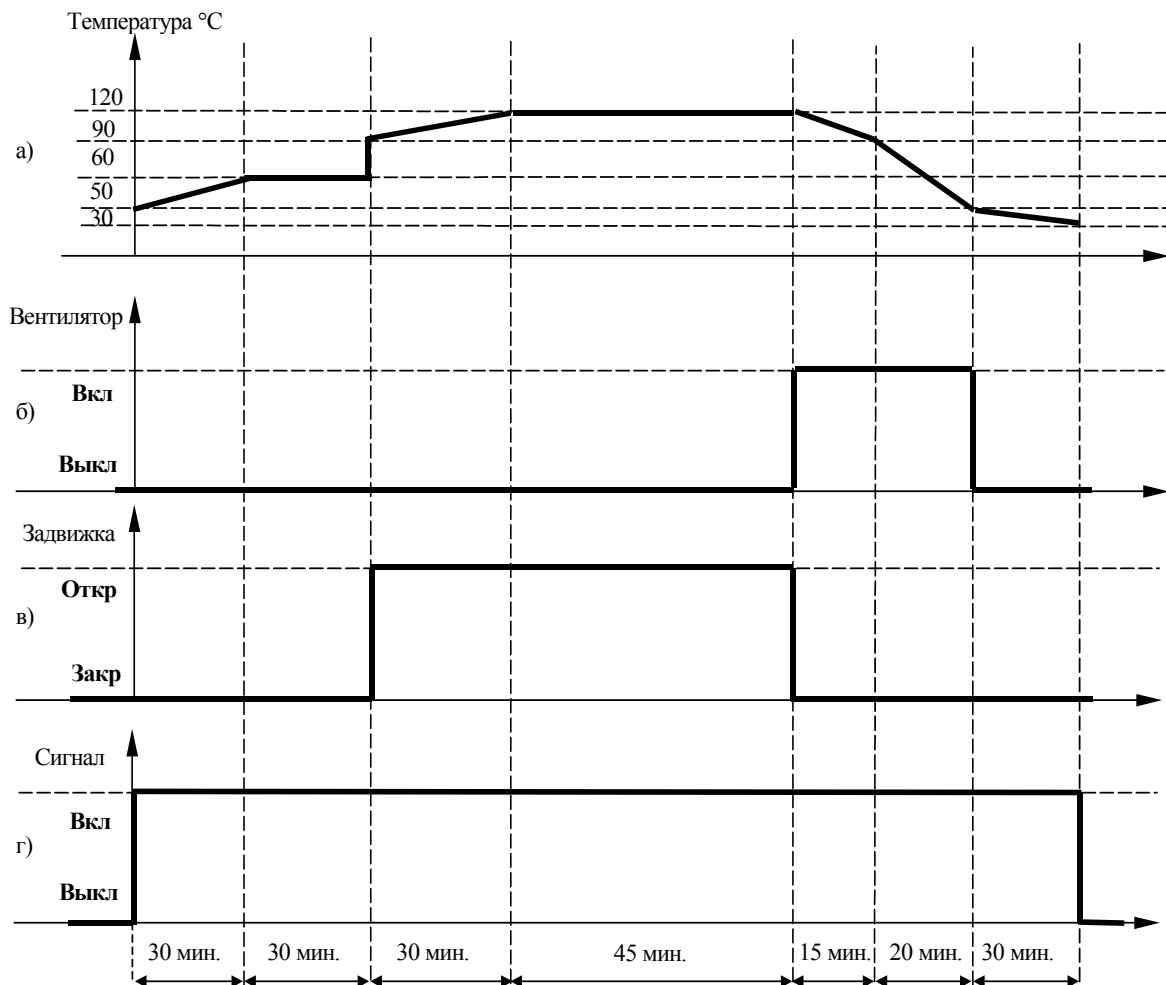

Рис. 6.6
Пусть необходимо управлять температурой в камере в соответствии с графиком, приведенным на рис.6.6.а. При этом начальное значение температуры должно быть установлено равным 50 °С.
- включать и выключать вентилятор в соответствии с рис. 6.6.б;
- открывать и закрывать задвижку в соответствии с рис. 6.6.в;
- включать на время исполнения программы световую сигнализацию, см. рис. 6.6.г.
г) Если на первом шаге требуется, чтобы температура увеличивалась со скоростью $V = 1^\circ\text{C} / 3 \text{ мин}$ (т.е. как на рис. 6.6.а) от измеренного значения $T_{\text{изм}}$ до 60°C , то параметры первого шага необходимо задавать следующим образом: